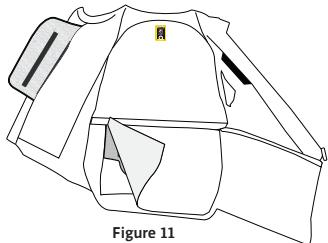

Figure 11
- Accédez à l'ouverture dans la partie intérieure de la veste en ouvrant la fermeture éclair et les pièces auto-agrippantes (Figure 11).